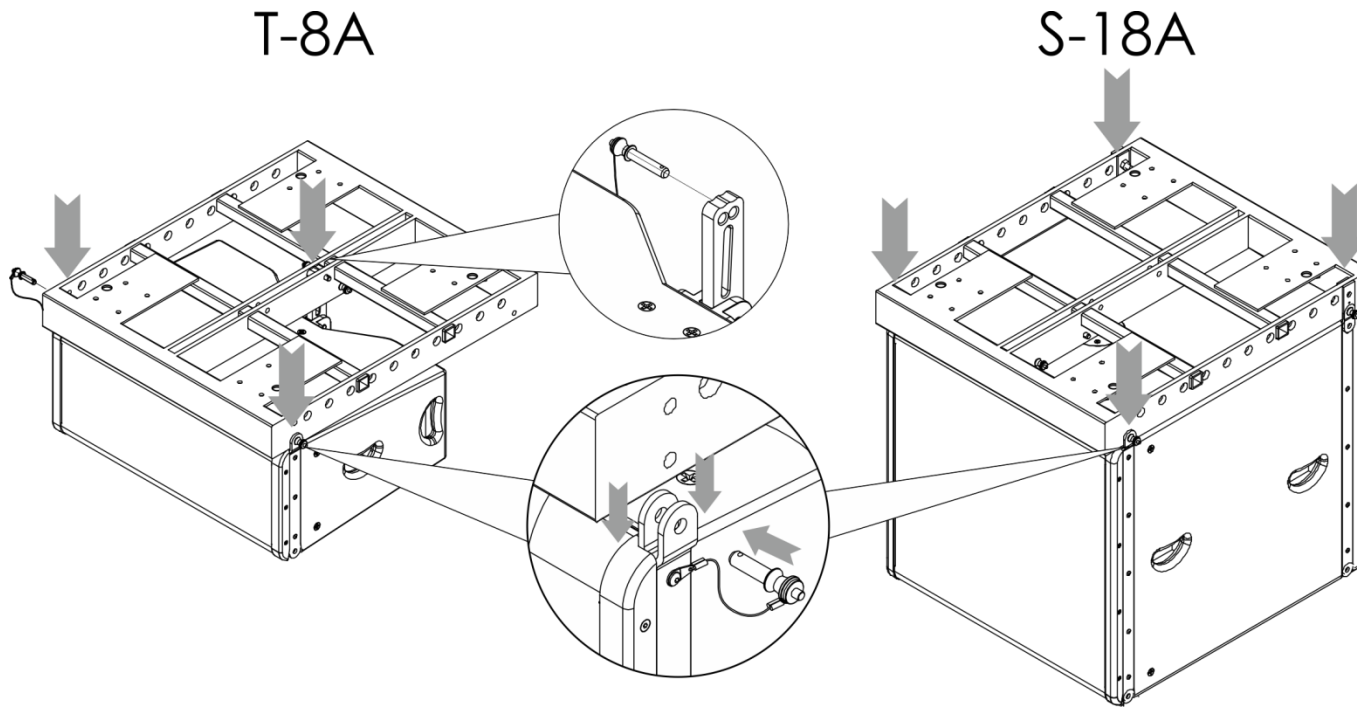

Fig. 02
Installez les enceintes Odin sur la flybar au moyen des goupilles et des trous de montage indiqués par les flèches (figure 02).
- 02) Montez la flybar sur la pile de matériel Odin, au moyen des goupilles d'installation (fig. 02).